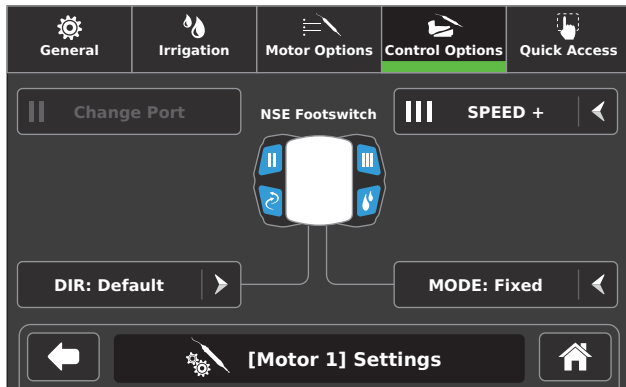
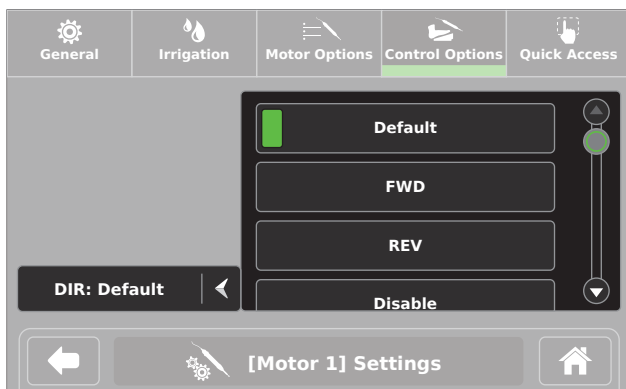

Figure 25 – Écran Options de commande de la commande au pied NSE
Figure 26 – Liste des options
4. Ajuster les options de commande selon les besoins (Figure 25 et Figure 26).